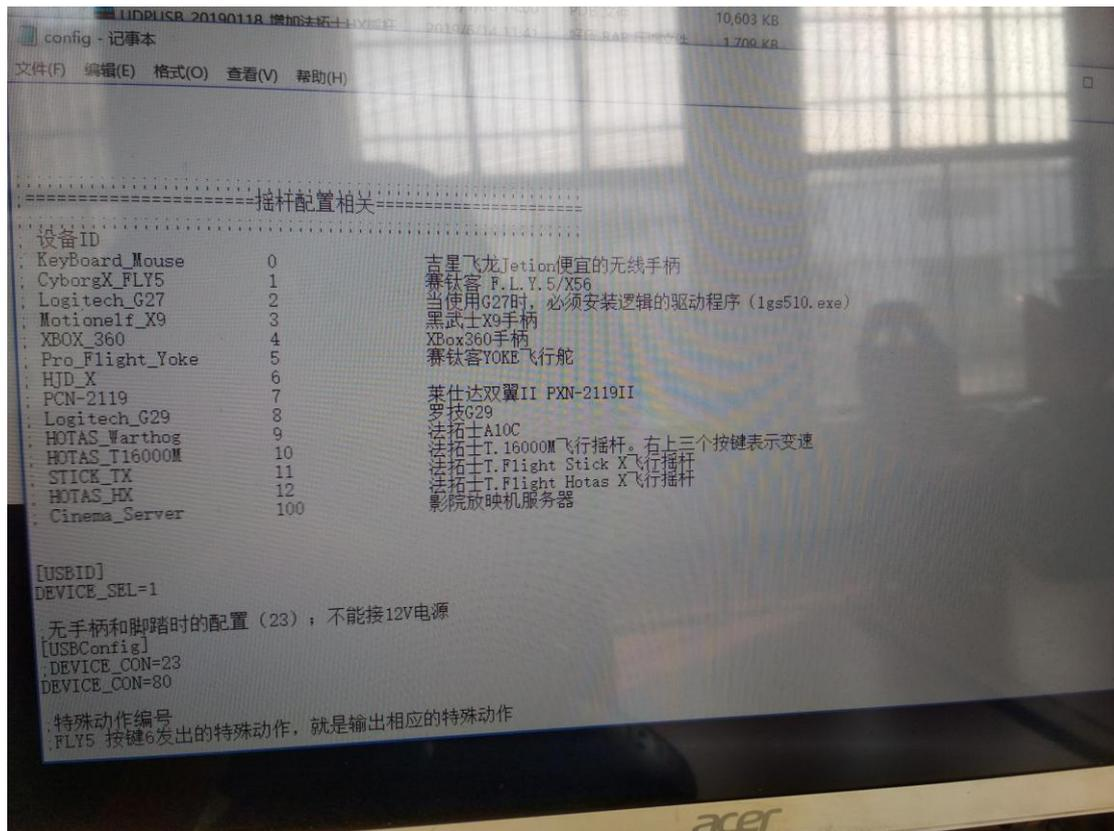

图 8
2) 打开 Config 文件下拉找到摇杆选项如图 8 所示
3) 图 8 中可以看到每种摇杆名称的前面都有相对应的数字代号, 在摇杆选项下面一行的 (USBID) DEVICE-SEL=(改成所使用的摇杆对应的数字代号)